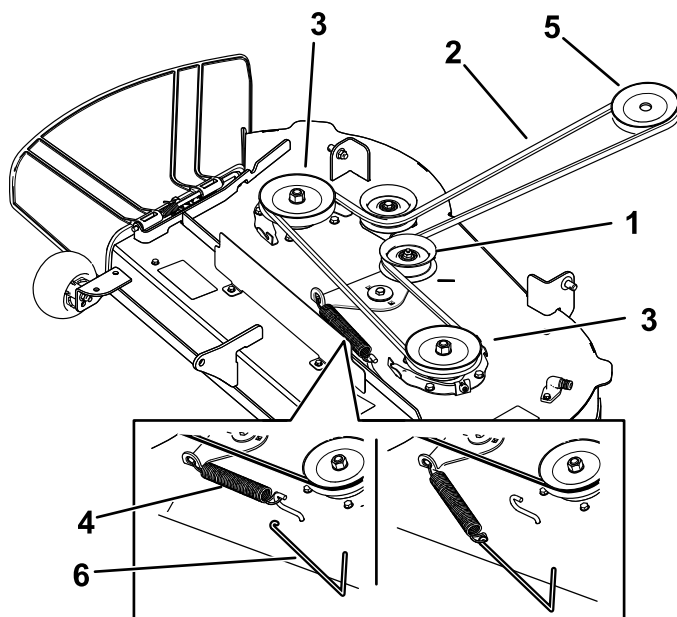
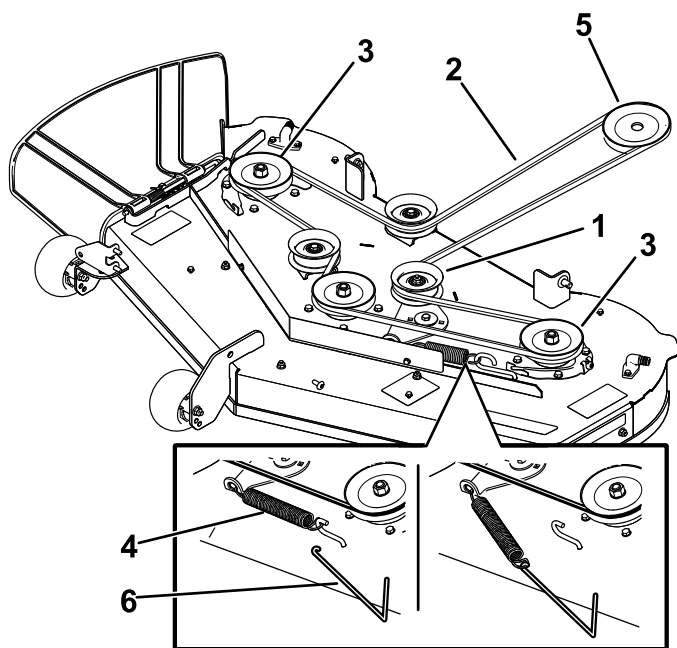

Figure 52
Figure 53
6. À l'aide d'un outil de dépose de ressort (réf. Toro 92-5771), décrochez le ressort du crochet sur le tablier pour détendre la poulie de tension et déchaussez la courroie des poulies (Figure 52 ou Figure 53).
7. Acheminez la courroie neuve autour de la poulie du moteur et des poulies du tablier de coupe (Figure 52 ou Figure 53).
8. À l'aide d'un outil de dépose de ressort (réf. Toro 92-5771), accrochez le ressort au crochet situé sur le tablier, afin d'exercer une tension sur la poulie de tension et la courroie du tablier de coupe (Figure 52 ou Figure 53).